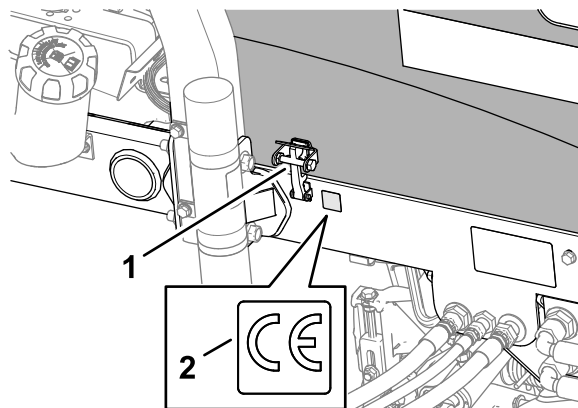

Figura 22
4. Rimuovete la parte posteriore e applicate l'adesivo CE (N.º cat. 133-8095) sul telaio come illustrato nella Figura 22.